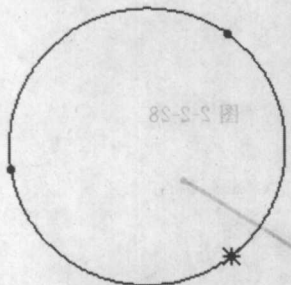

图 2-2-23
③  三点圆:选择该工具后,在操作界面里随意点三点,即可过这三点作出一个正圆(图 2-2-23)。